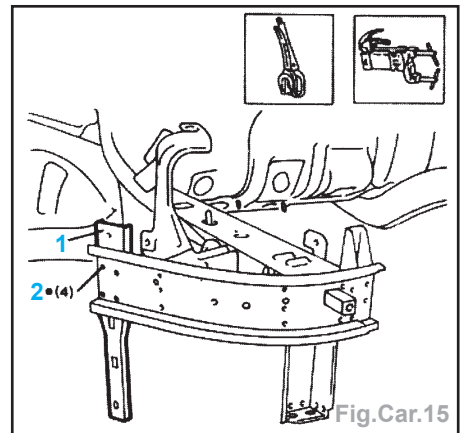

Fig.Car.15
- Mettre en place le support (2) et le souder par points (1) et remplir les points (Fig.Car.15).